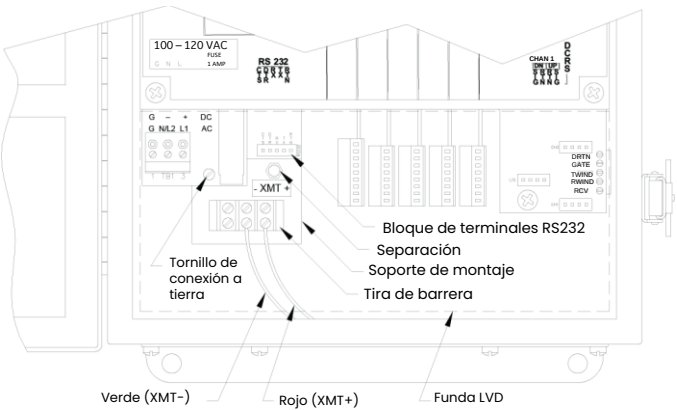

Figura 9: montaje del convertidor de interfaz
Un soporte especial que contiene el conversor de la interfaz en serie y una tira de barrera de tres terminales, justo debajo del bloque de terminales RS232 (ver figura 9). El bloque de terminales RS232 estándar está cableado a la entrada del conversor de interfaz serial, y la salida RS-485 del conversor de interfaz en serie está cableada a la tira de barrera.
El cableado de fábrica estándar de la interfaz en serie RS485 está configurado para cableado punto a punto. Es decir, un único modelo GF868 puede conectarse directamente a una única computadora personal. Para conectar la interfaz serie RS485, consulte la figura 9 y complete los siguientes pasos:
3. Retire el *soporte de montaje* del conversor de la interfaz en serie quitando el separador ubicado justo debajo del bloque de terminales RS232 y el tornillo de conexión a tierra justo a su izquierda (ver figura 9).